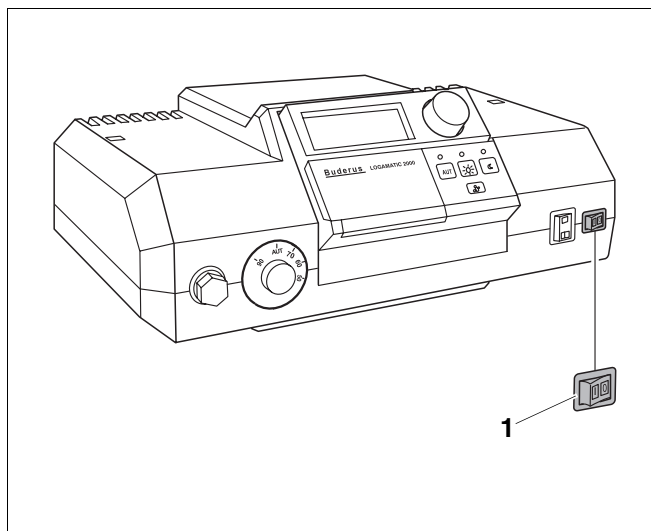
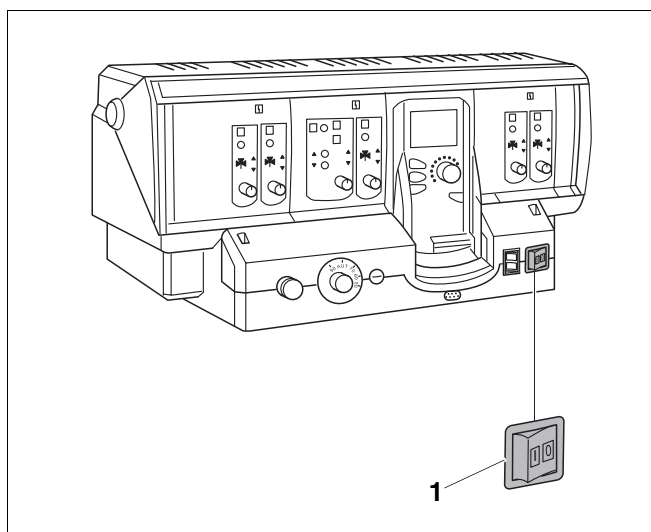

Abb. 35 Regelsystem Logamatic 2000
Abb. 36 Regelsystem Logamatic 4000
- Schalter Betrieb (Abb. 35, **Pos. 1** u. Abb. 36, **Pos. 1**) in Stellung „0“ (AUS) stellen.